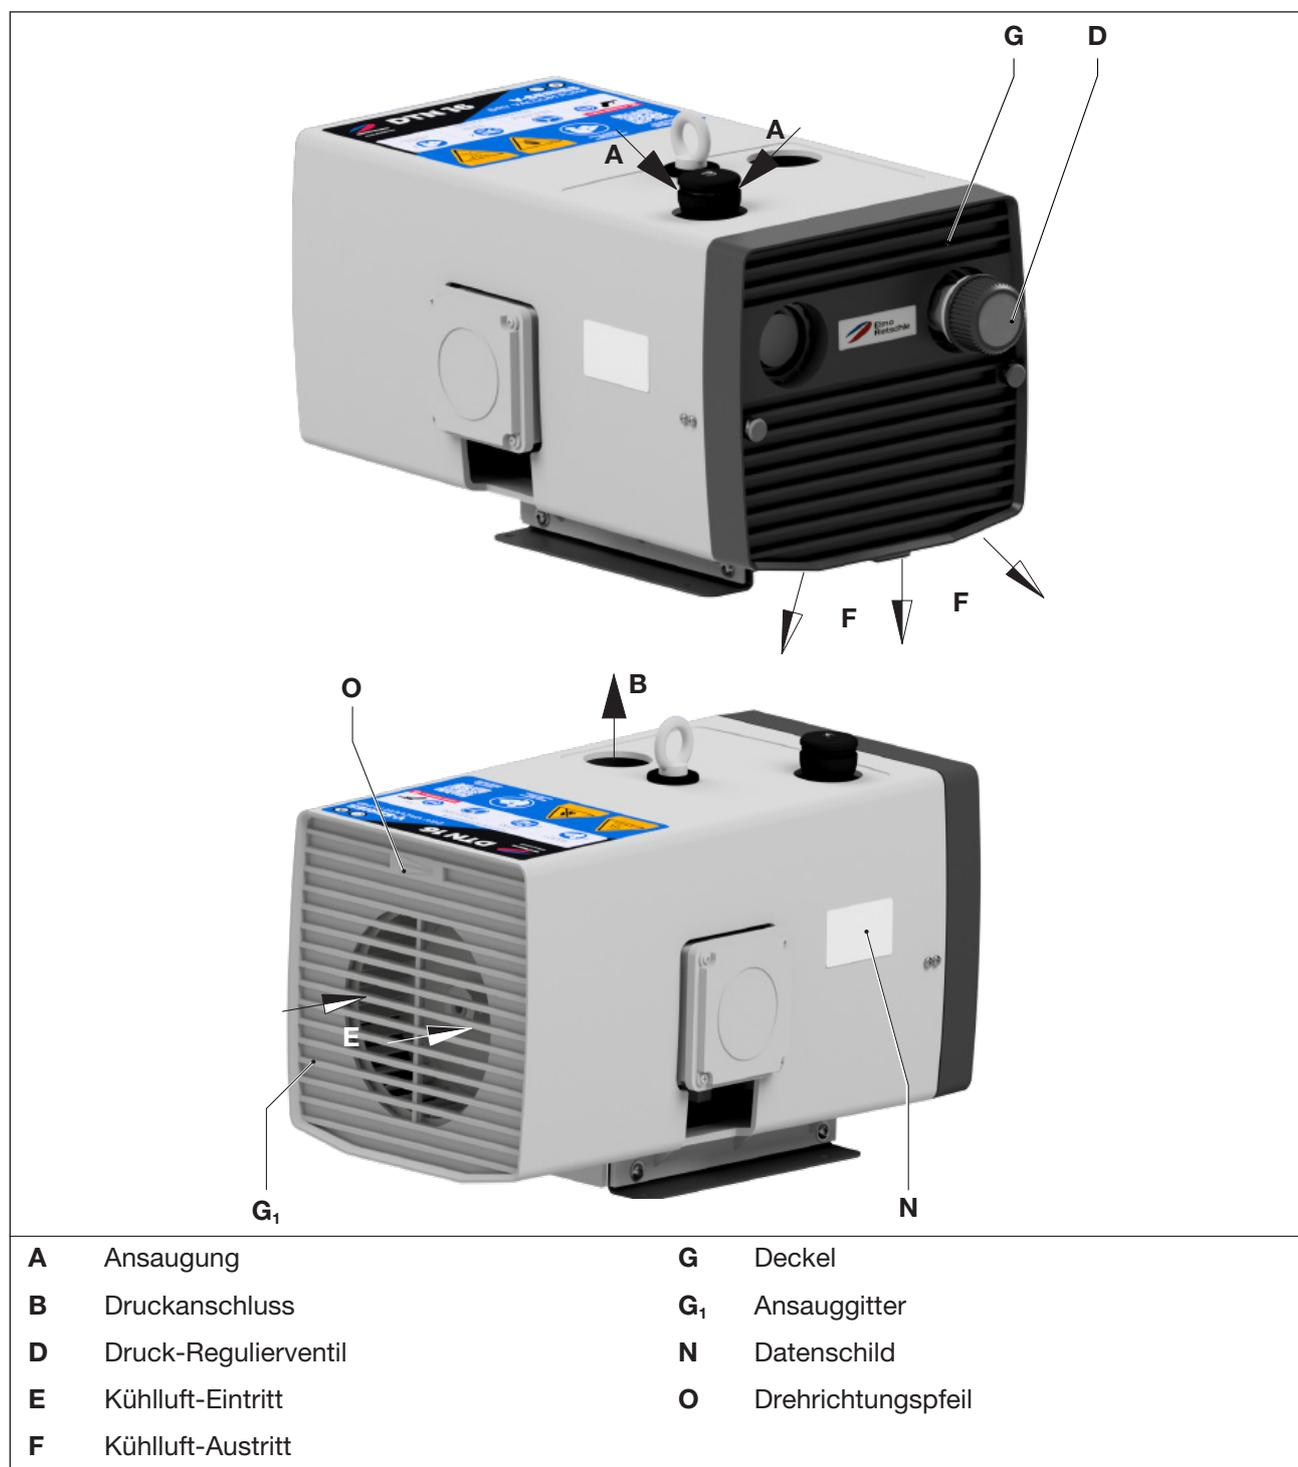

Abb. 2 Verdichter V-DTN
- Deckel (Abb. 2/G) und Ansauggitter (Abb. 2/G₁) müssen leicht zugänglich sein.
- Blindstopfen an Druckanschluss (Abb. 2/B) entfernen.
- Rohrleitung an Druckanschluss (Abb. 2/B) anschließen.
Die erforderlichen Druckbereiche können mit dem Druck-Regulierventil (Abb. 2/D) entsprechend dem auf dem Drehknopf angebrachten Symbolschild eingestellt werden.